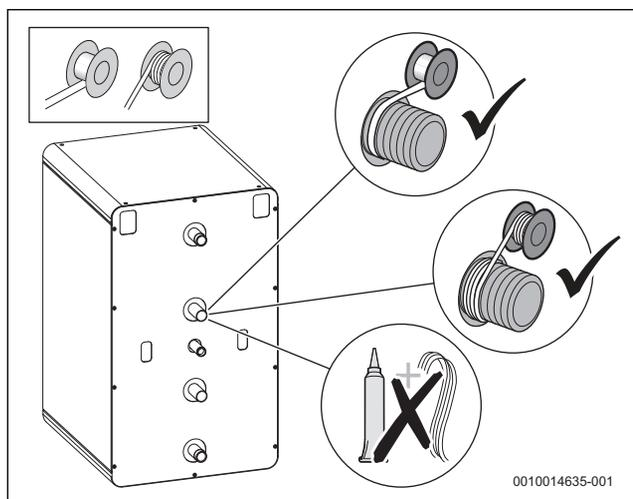

Fig. 64 Préparation des raccords d'eau
- ▶ Appliquer un ruban en téflon ou la ficelle en téflon Fig. 64